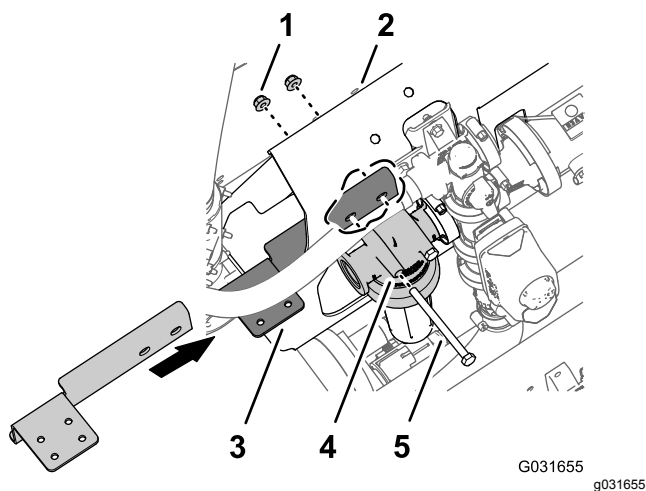

図 222
4. フィルタヘッドをマニホルドのマウントに固定しているフランジロックナット5/16"2個を取り外す 図 222。
5. シャットオフバルブのマウントToro P/N 131-3725-03の長い方のフランジの穴を、マニホルドマウントの前側にある2本のボルト5/16 x 4"に合わせる 図 222。
6. マニホルドマウントにシャットオフバルブを取り付け、ステップ4 図 222で外したフランジロックナットで固定する。